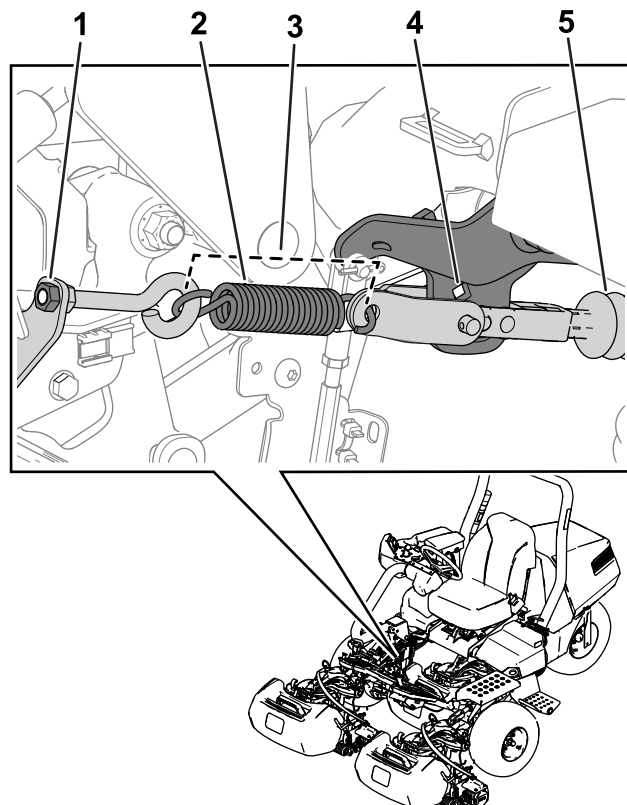

**Bild 23**
1. Verwenden Sie den zuvor entfernten Zylinderstift und die Splinte, um den Bremszylinder an der unteren Montageplatte zu befestigen (Bild 23).